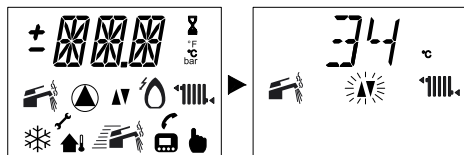

Figura 5.69
- Per modificare il SET programmato agire sui pulsanti **▲** and **⌂** o **▼** and **⌂** e aspettare che il numero programmato cominci a lampeggiare (Figura 5.69).